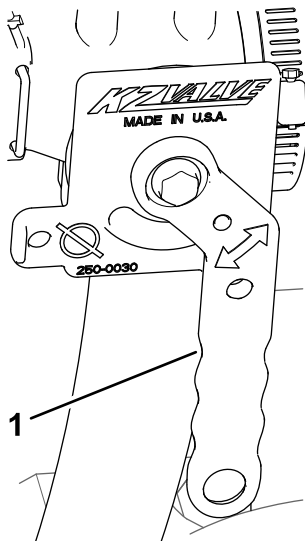

Figure 42
4. Tournez la poignée de la vanne de coupure du mélangeur à la position ouverte (Figure 42).
5. Fermez la vanne de coupure du mélangeur ; voir Figure 42 de Démarrage du mélangeur (page 21).